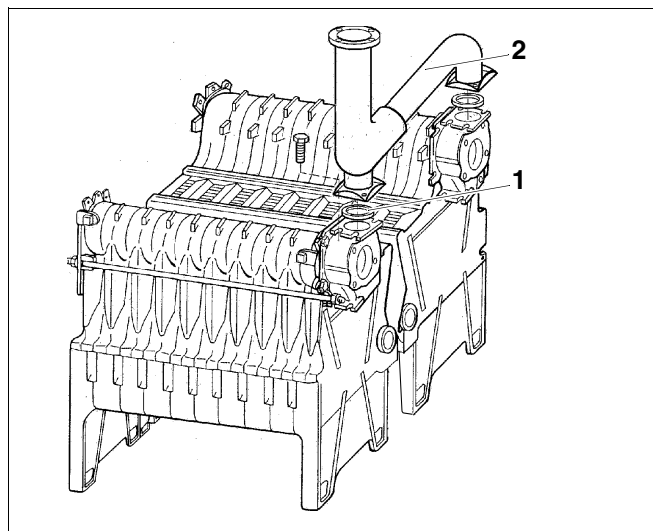

Fig. 27 Montage du tuyau de départ
- Placer le joint d'étanchéité (fig. 27, **pos. 1**) sur la face supérieure des deux brides. Poser le tuyau de départ (fig. 27, **pos. 2**) visser avec quatre écrous et vis à tête hexagonale M12 x 40. Engager les vis par le haut.